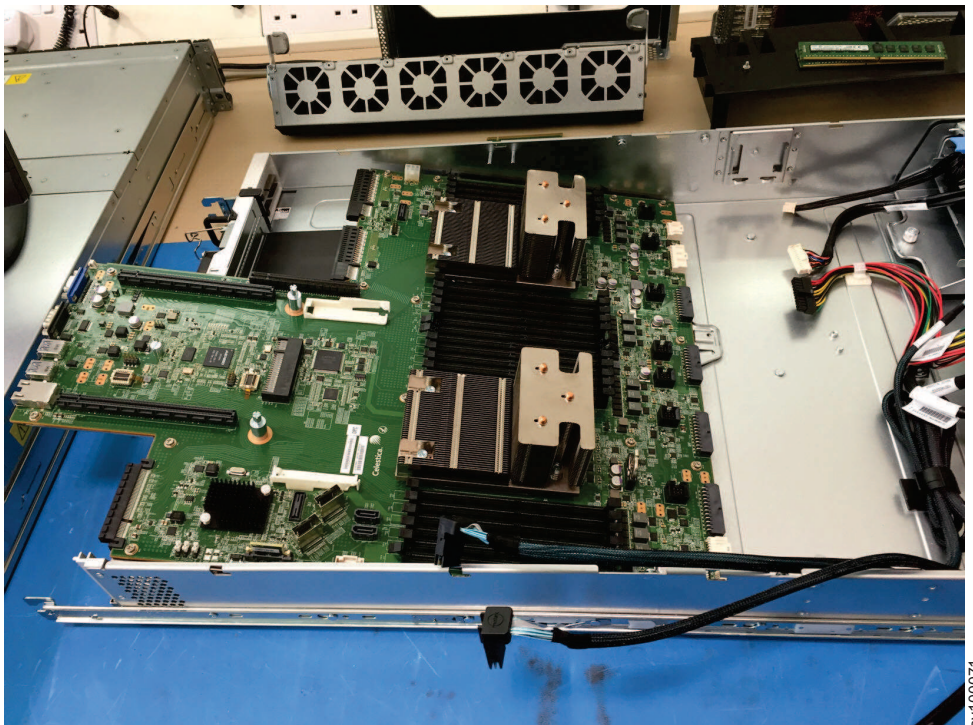

図 203. 2145-SV1 メイン・ボードの取り外し
17. メイン・ボードを少し前方に慎重に押して解除します。次に、図 203に示すように、メイン・ボードを少し傾けて持ち上げます。